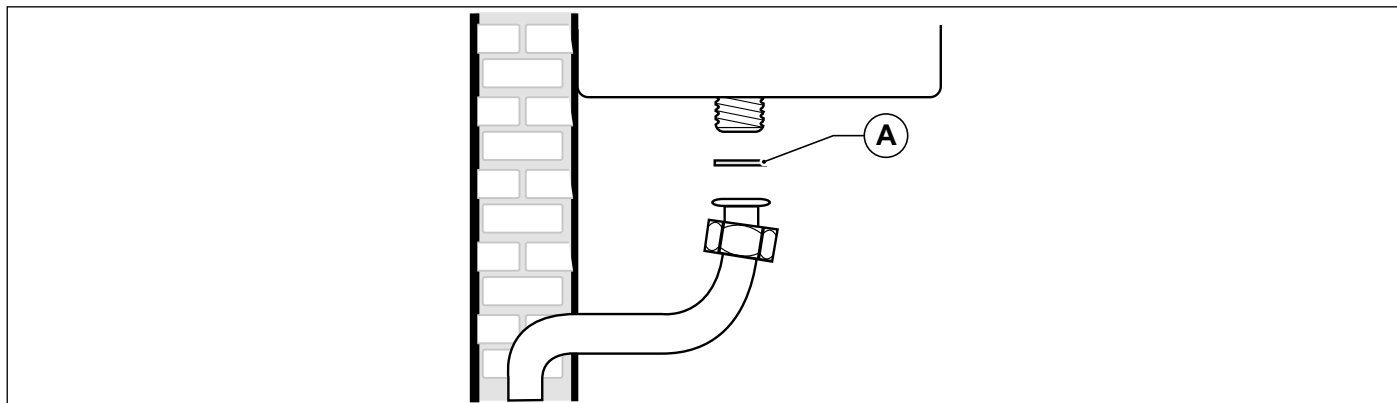

Рис. 17 Подключение к газовой сети
ОБЯЗАТЕЛЬНО, при подключении котла к линии подачи ГАЗА использовать накидную гайку (A) с применением прокладки в стыковой полости (смотри Рис. 17 Подключение к газовой сети).